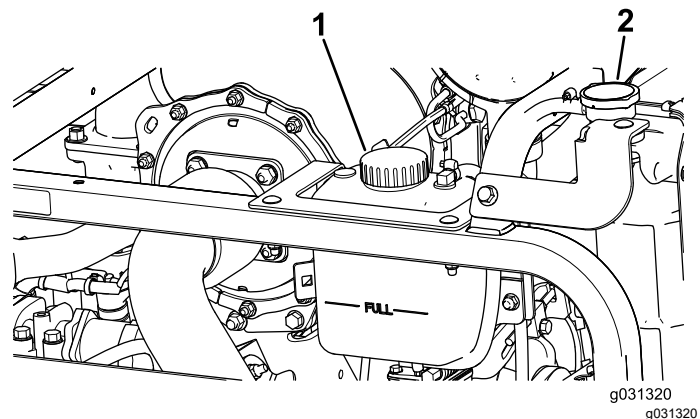

Рисунок 118
1. Осторожно снимите крышку радиатора и крышку расширительного бачка (Рисунок 118).
2. Проверьте уровень охлаждающей жидкости в радиаторе (Рисунок 118).